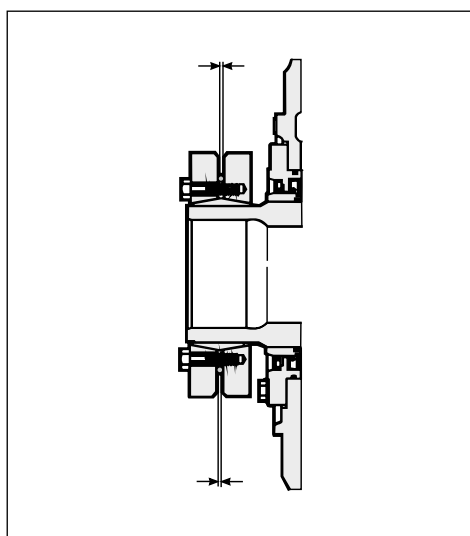

Рис. 3.14
После этого следует затянуть винты в последовательности, показанной на рис. 3.14а.
Рис. 3.14а
- Постепенно ослабить винты муфты вала, см. рис. 3.14 и 3.14а. Каждый винт следует ослаблять лишь примерно на четверть оборота за один раз. Это позволит избежать перекоса и заклинивания деталей, а также деформации резьбы винтов. Винты необходимо ослаблять до полного освобождения кольца муфты.